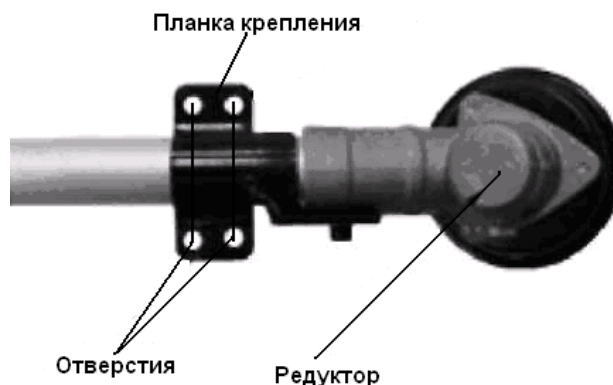

рис.5
- ✓ Состыкуйте отверстия в защитном кожухе с отверстиями в планке крепления. (рис.5)